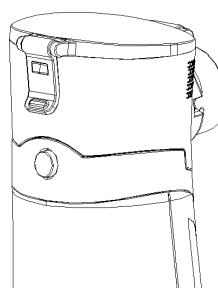

Рис. 8
- Закройте лекарственный контейнер, нажимая на фиксатор и плотно закрепляя его на месте (Обратитесь к рис. 8).